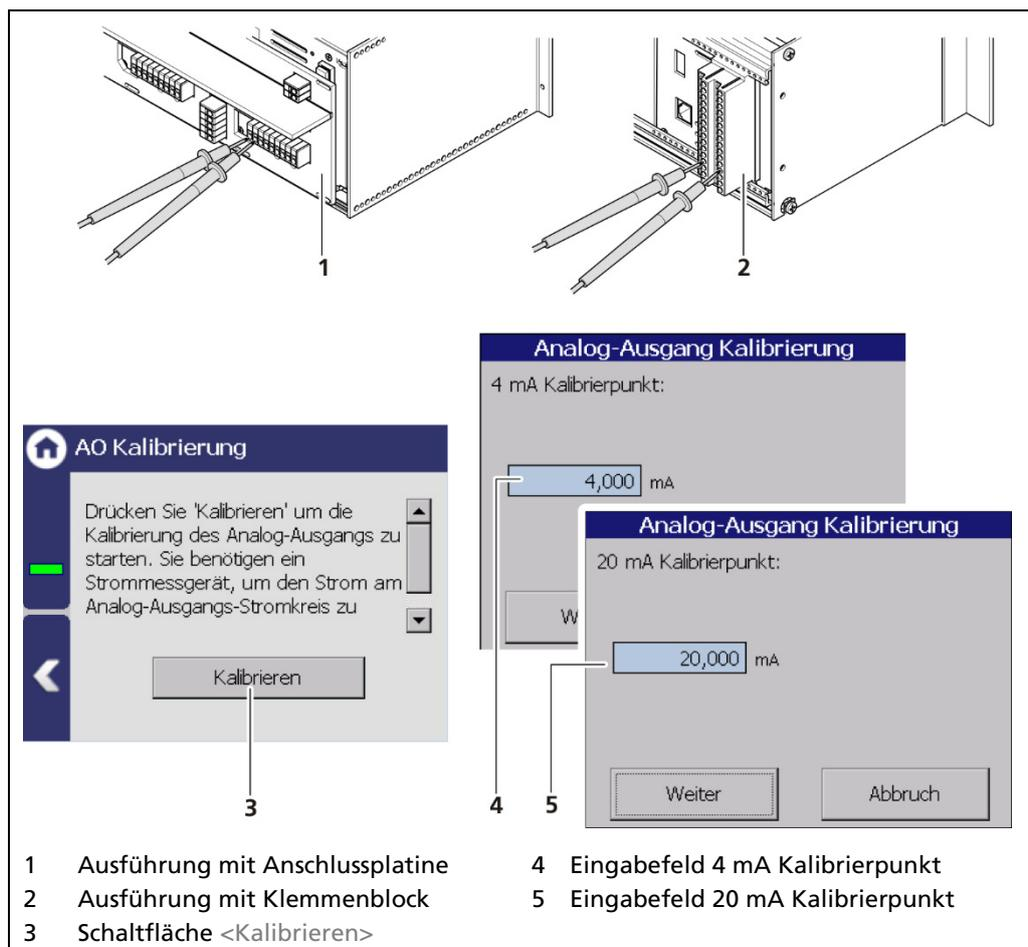

Abb. 119 Analog-Ausgang (Kalibrieren)
3. Geben Sie das Eingabefeld (Abb. 119, Pos.4) den angezeigten Wert des Strommessgeräts ein.
5. Geben Sie das Eingabefeld (Abb. 119, Pos.5) den angezeigten Wert des Strommessgeräts ein.